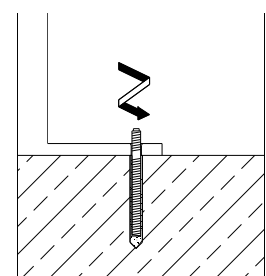

Fig.39
- Druk de bout al draaiende door de kolombodem plaat heen in de vloer. Let erop dat er genoeg van de draadstang uitsteekt om de ring en moer op te kunnen bevestigen (Fig.39).